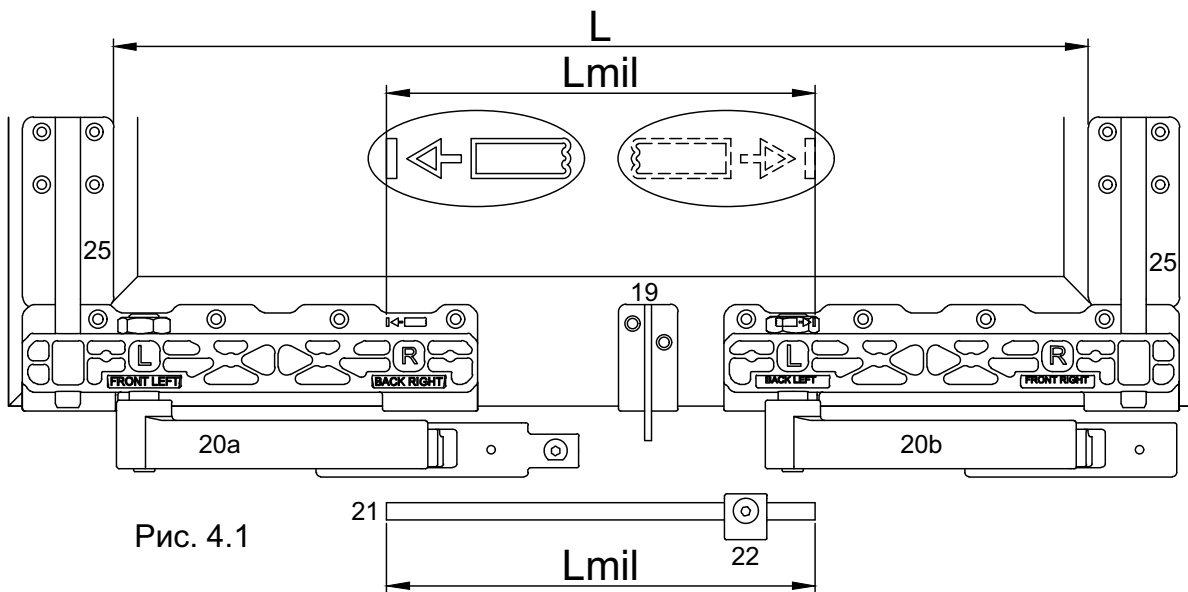
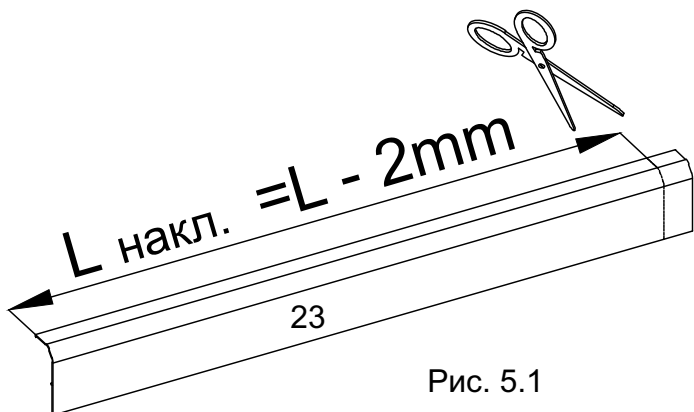

Рис. 4.1
Рис. 5.1
4.1 Длина соединительной штанги (Lmil): Измерьте расстояние, как показано на Рис. 4.1.
5 - Измерьте расстояние (L) между внутренними краями Опор кареток (25) (Рис. 4.1). Отнимите 2мм от полученного размера ($L_{накл.} = L - 2mm$) и обрежьте Профиль-накладку (23) согласно результату (Рис. 5.1)